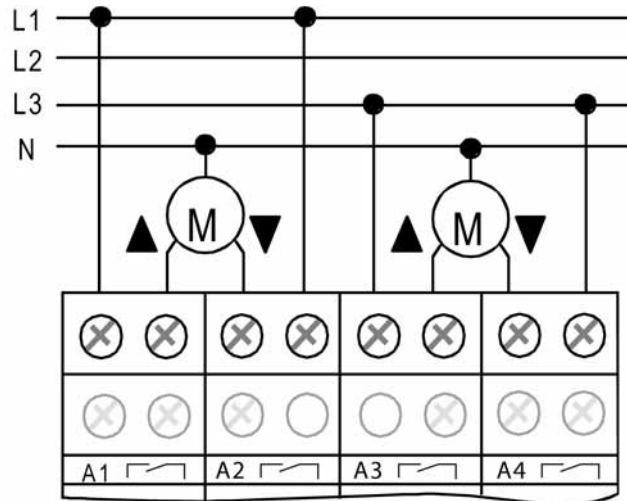

Bild 3: Elektrischer Anschluss für 230 V-Antriebsmotoren im Jalousiebetrieb
- Antriebsmotoren gemäß Anschluss-Beispiel anschließen (siehe Bild 3).